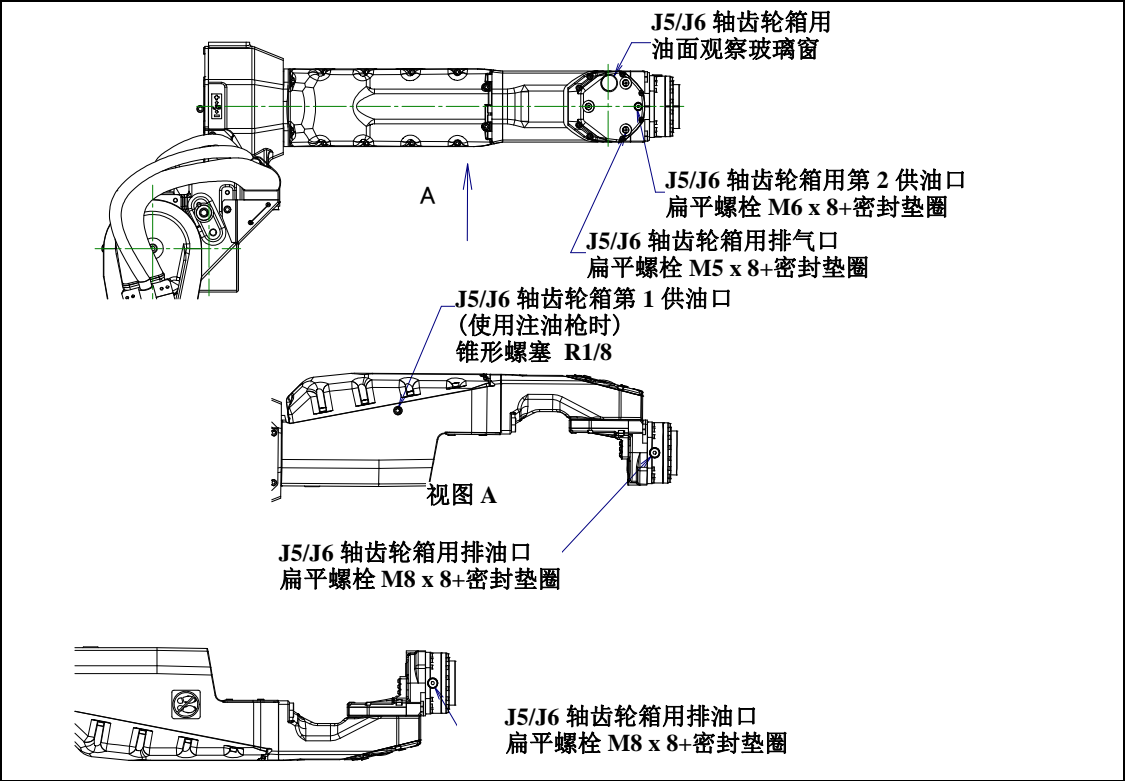

图 7.3.2.4 (b) 供油口和排油口
- 3 在排油口下设置油盘。取下第一供油口和排油口的锥形螺塞、扁平螺栓和密封螺栓。（参照图 7.3.2.4 (b)）（此时，为了防油的溢出到周围，首先取下排油口的螺栓。）